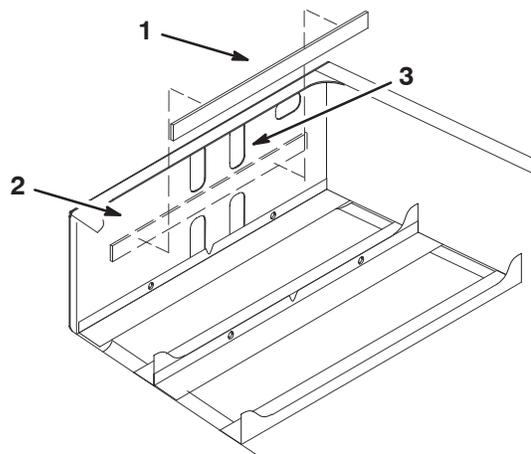

Figura 9
3. Retire a fita adesiva da parte detrás da placa de apoio das baterias e instale-a no interior da parte frontal da estrutura traseira, como se mostra na Figura 9.